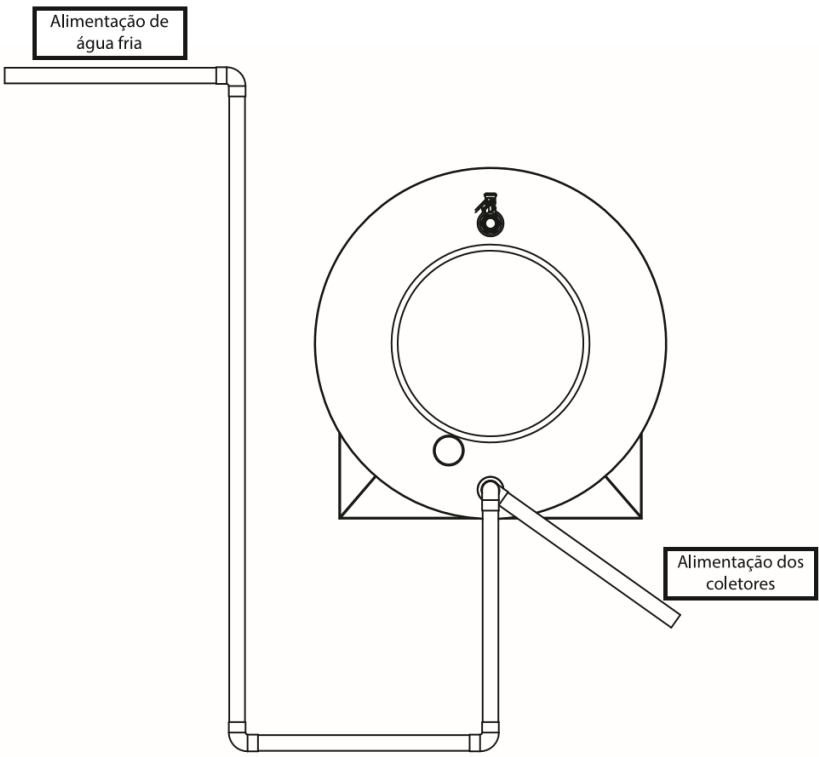

Figura 01
- Instalar tubulação própria para água quente em todo sistema de aquecimento solar, a partir de 2 metros antes do sifão de alimentação de água fria, conforme figura 01;